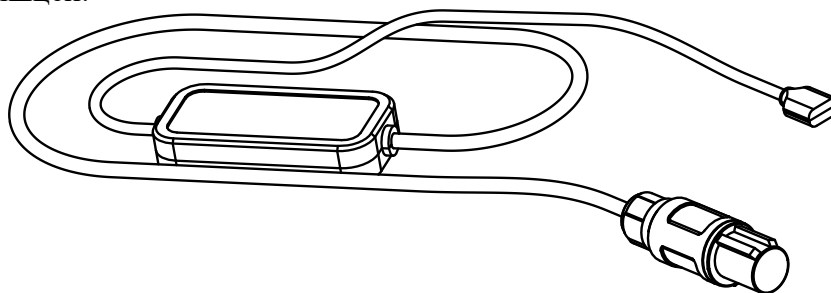

Рисунок 3 - Общий вид кабеля СТИМ
- Кабель СТИМ (рисунок 3);
*Кабель СТИМ* (рисунок 3) обеспечивает проведение стимуляции, определение двигательных помех с помощью акселерометрического датчика помехи, расположенного в одном корпусе с контактами для стимулирующих электродов, и измерение ускорения с помощью